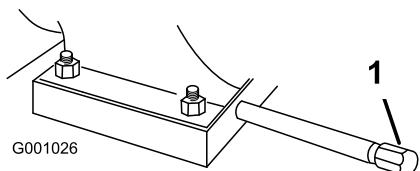

**Figura 50**
2. Allentate il bullone sul serrafile per cavi (Figura 50).
3. Afferrate la guaina del cavo e spostatela verso la parte anteriore della macchina finché il fermo del cammino di scarico non s'innesta completamente nei denti degli ingranaggi (Figura 50 e Figura 51).